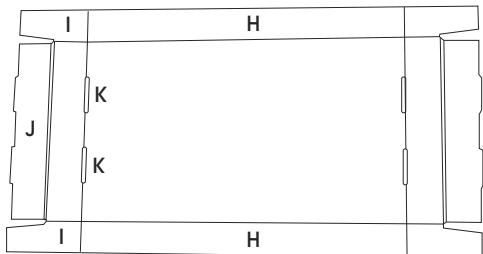

Figure 8
1. Pliez les côtés du couvercle (H) le long de la rainure. (Voir Figure 8 et 9)